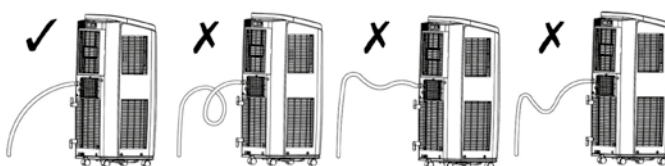

Figura 17
- 5 Asegúrese de que la tubería de evacuación no quede colgada dentro del agua y que siempre esté instalada con una inclinación suficiente (véase la figura 17).